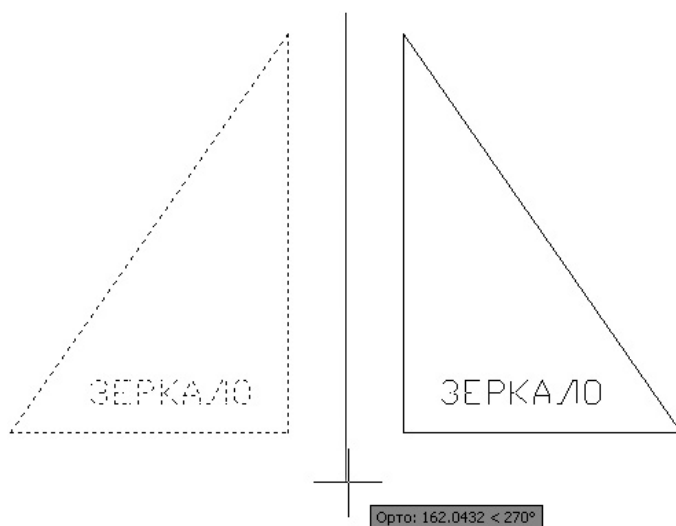

Рис. 6.5. Создание зеркального отражения объекта
6. Наведите указатель мыши на вторую точку, расположенную ниже первой (рис. 6.5). Обратите внимание на то, что справа от линии появилась зеркальная копия исходного рисунка, но направление текста осталось прежним.